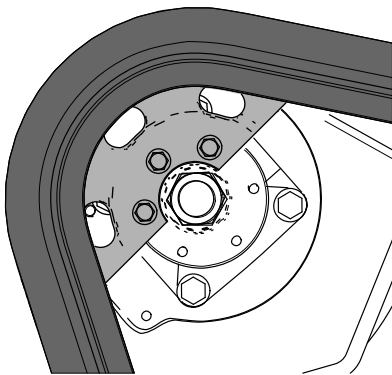

Figure 64
17. Poussez la commande de déplacement en avant jusqu'à ce que la moitié du pignon d'entraînement s'engage sur la chenille (Figure 64).